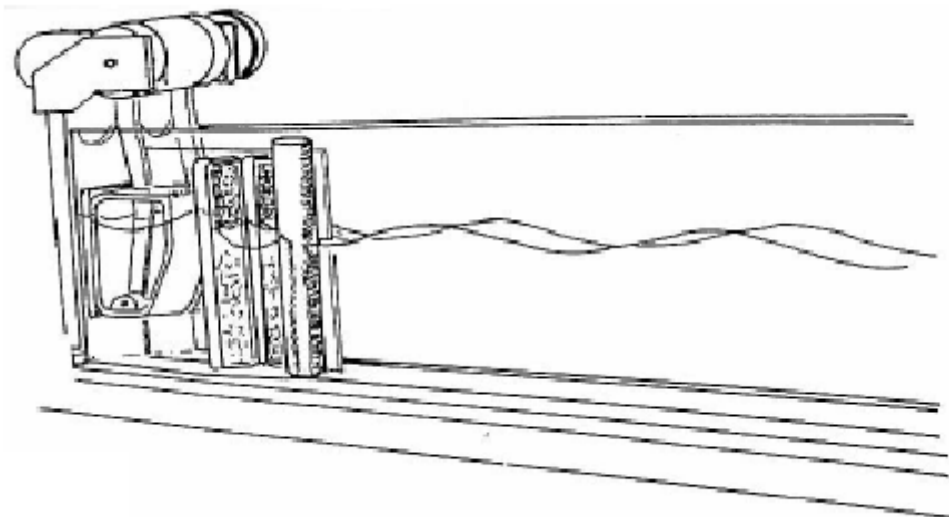

Fig. 3 Sovrapposizione in fase delle onde
- Dopo l'ingresso dell'onda nel canale a forma di I determinare la sua ampiezza (fig. 3).